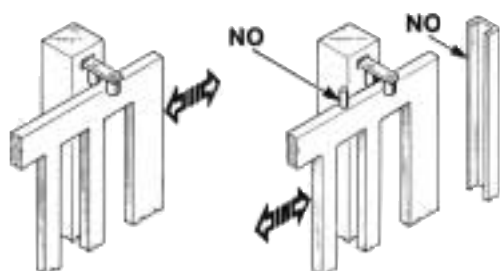

Fig. 3
- Les poteaux du portail doivent avoir des glissières anti-déraillement sur la partie supérieure (Fig. 3), afin d'éviter tout décrochage accidentel.
N.B.: Éliminer les arrêts mécaniques du type indiqué, décrit dans la figure 3. Il ne devra y avoir aucun arrêt mécanique au-dessus du portail, étant donné que les arrêts mécaniques ne sont pas suffisamment sûrs.